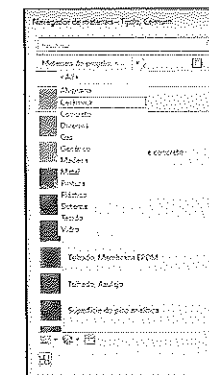
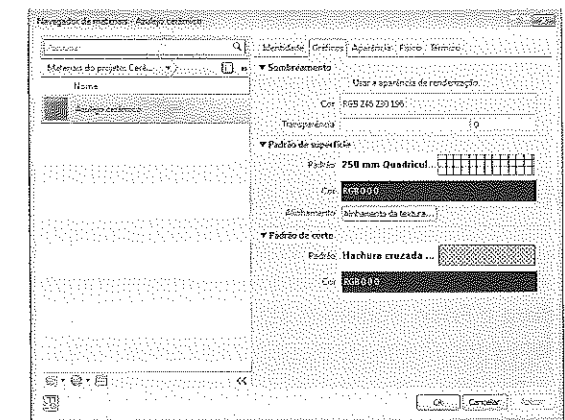

Figura 5.61 – Definição de cerâmica.
Figura 5.62 – Escolha de Azulejo cerâmico.
- Repita o processo para a camada de acabamento interno escolhendo, no tipo de material, **Cerâmica**, Figura 5.61. Em seguida, selecione **Azulejo cerâmico**, como mostra a Figura 5.62.